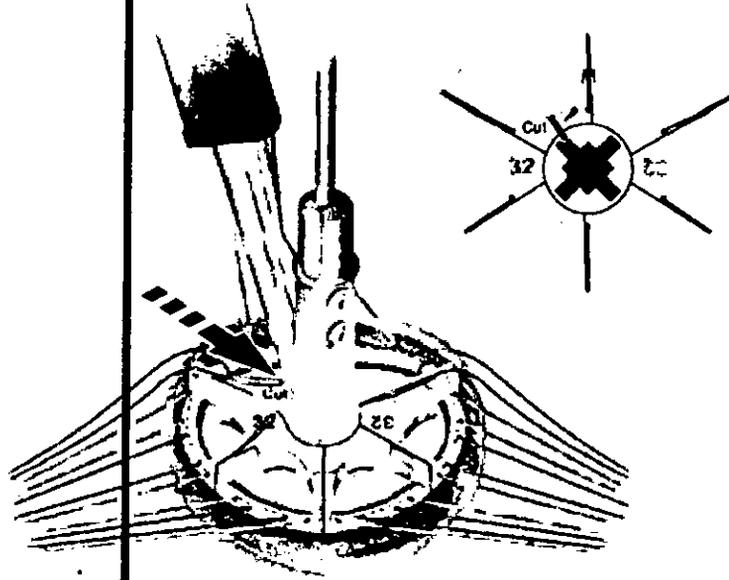

Figura 7
2. Extraiga el anillo o banda del soporte desechable cortando la sutura de retención del soporte, identificada con la palabra "CUT" (cortar) y una flecha que señala la ranura de la guía de corte (Figura 7).